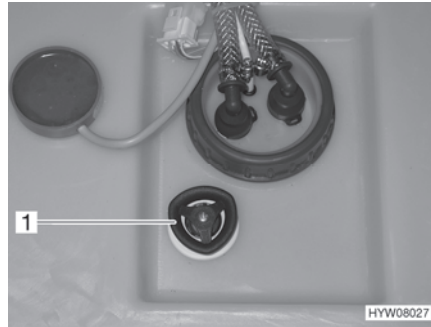

Fig. 140 Depósito de agua con tirador giratorio
- Girar el tirador giratorio (Fig. 140,1) del depósito de agua en sentido contrario a las agujas del reloj sobrepasando la resistencia, para abrir el orificio de salida completamente.